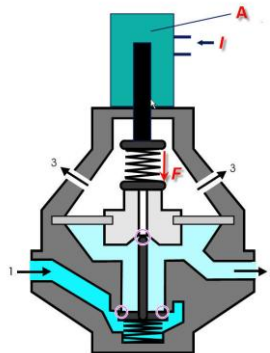

Fig. 5
Si nous remplaçons à présent la commande manuelle (Fig. 5) par une bobine proportionnelle (A), la pression de sortie de ce distributeur sera proportionnelle à la force (F) qui est exercée par cette bobine.